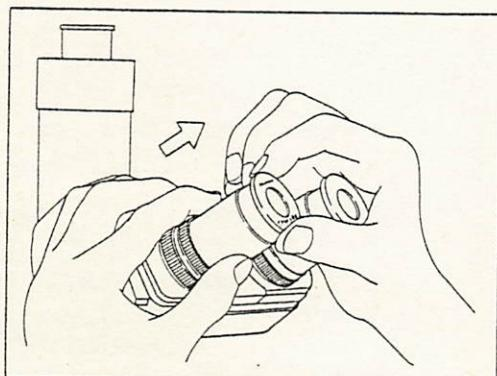

図 16
- 5) C F接眼レンズはハイアイポイント型になっていますから、めがねをかけたまま検鏡できます。めがねをかけていない方は接眼レンズの筒を押さえて、図16のように目当てを見やすい位置まで引き出して使います。